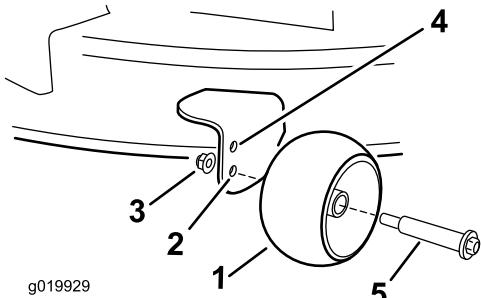

Figura 20
- Foro superiore — utilizzare questa posizione con il piatto di taglio a un'altezza di taglio di 63mm e inferiore (Figura 20).
- Foro inferiore — utilizzare questa posizione con il piatto di taglio a un'altezza di taglio di 76mm e superiore (Figura 20).